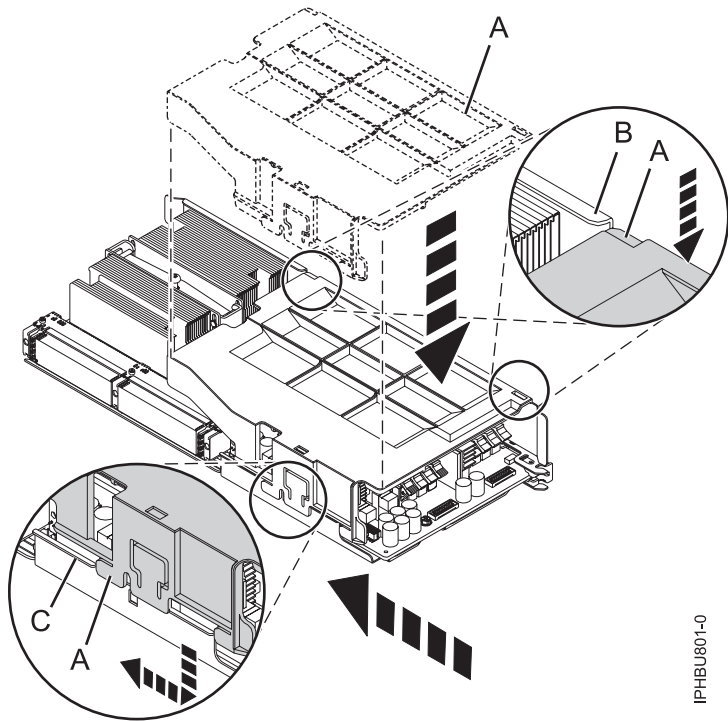

Figure 2. Installation du capot du bloc processeur système
- Si vous disposez du capot illustré dans la Figure 2, installez le capot sous les brides situées de chaque côté du bloc processeur. Pour installer le capot, appuyez sur le capot (A) et faites-le glisser vers la gauche, sous les brides (B) et (C).